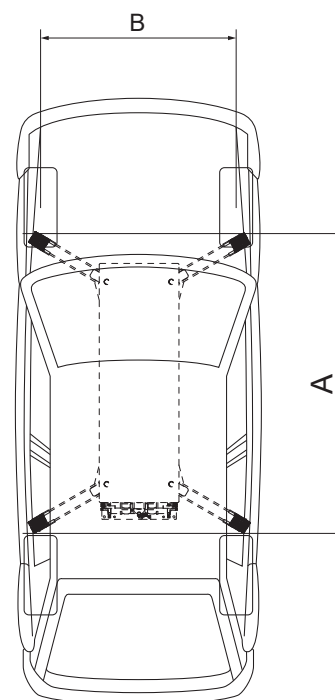

Fig. 2
- Distance minimale des points de levage (A) : 1400 mm (Fig. 2).
- Voie minimale (B) : 1000 - 1700 mm (Fig. 2).